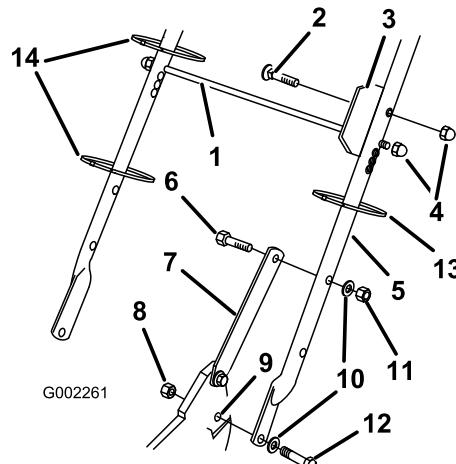

Figura 3
1. Sujete el manillar al exterior de la carcasa de la máquina (usando el taladro inferior) con 2 pernos (5/16 x 1-1/4 pulgadas), arandelas y contratuercas finas (5/16 pulgada) (Figura 3).
2. Fije los cierres del manillar al manillar con dos pernos (5/16 x 1-1/2 pulgadas), arandelas, y contratuerca (5/16 pulgadas) (Figura 3).
3. Introduzca el perno a través de la chapa de alineación de la bolsa y el segundo taladro desde arriba del lado izquierdo del manillar, y fíjelo con una contratuerca de caperuza (Figura 3).
4. Deslice la varilla de soporte de la bolsa por el tercer (desde arriba) taladro de montaje de cada lado del manillar y fije cada extremo con una contratuerca de caperuza (Figura 3).
5. Utilice sujetacables para fijar los cables de control al manillar (Figura 3).